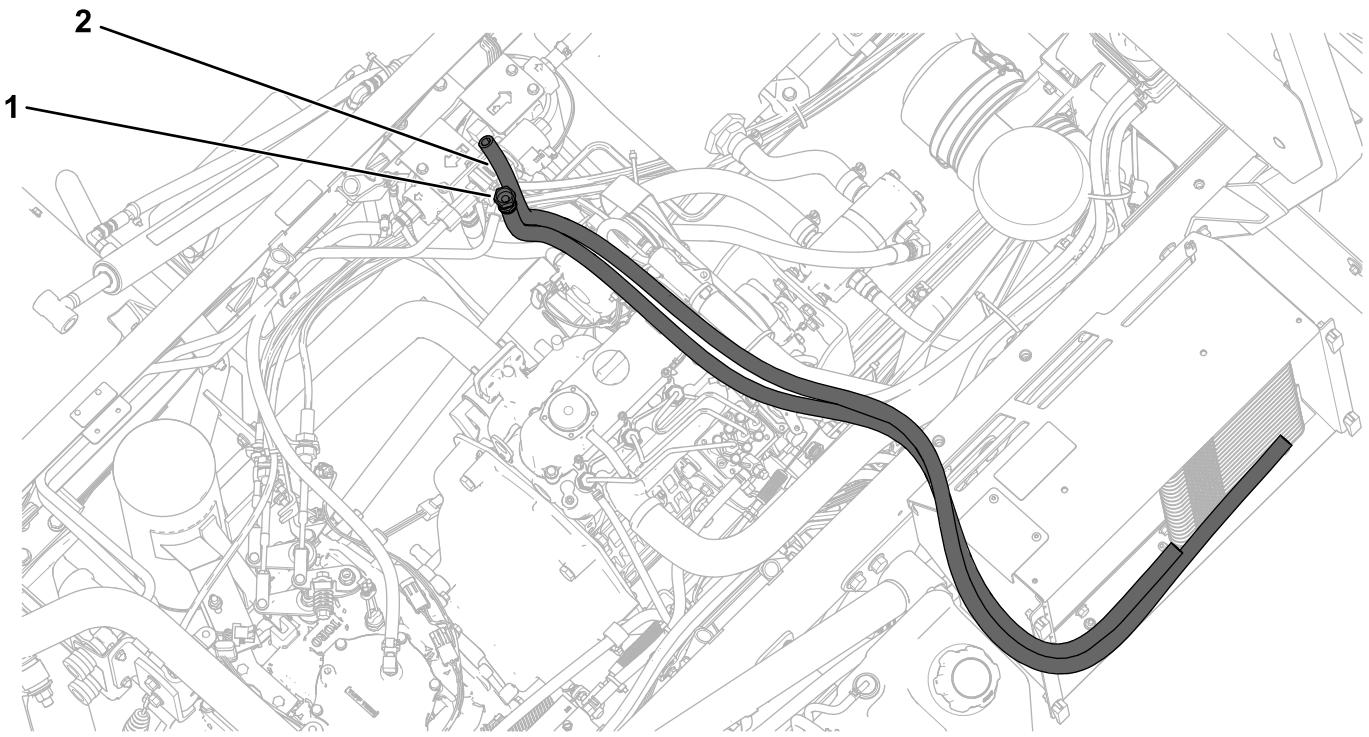
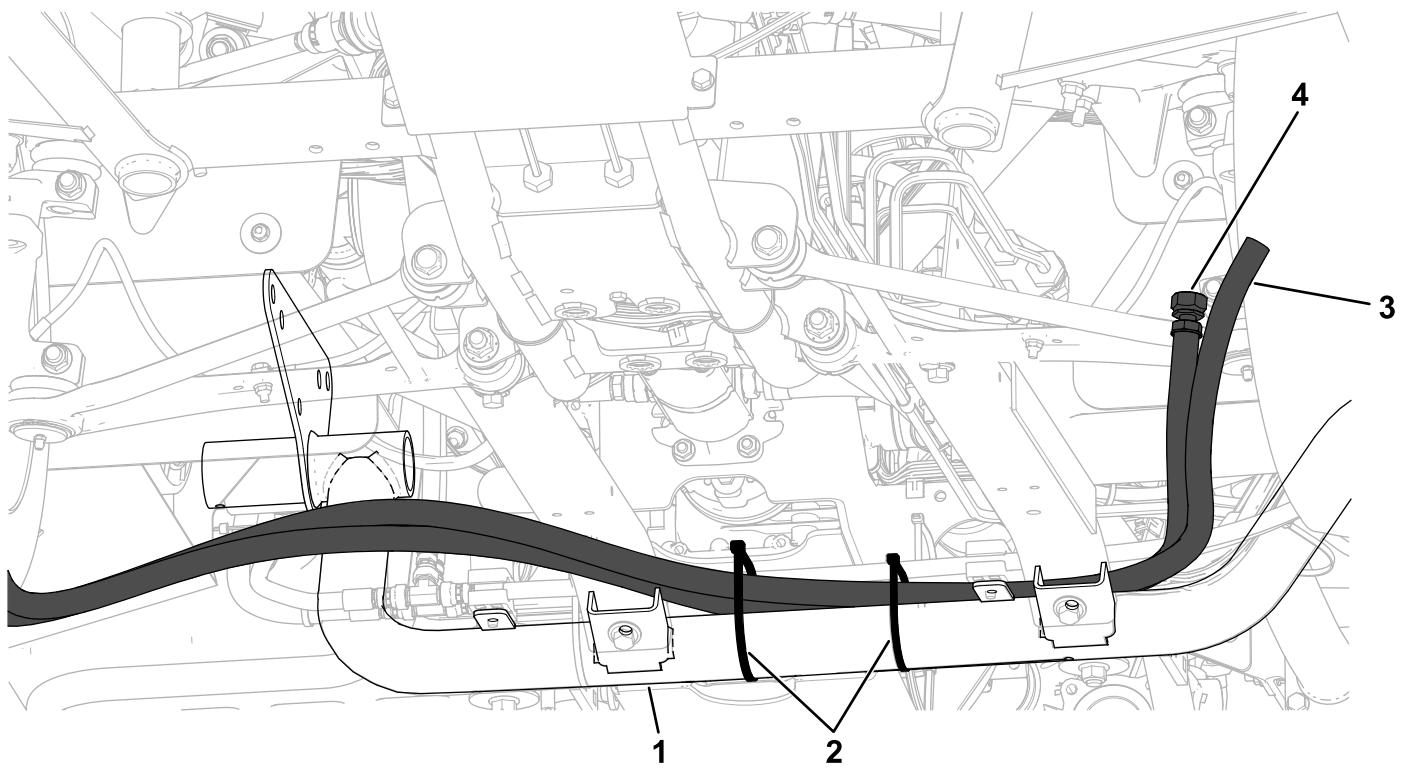

Рисунок 17
Рисунок 18
- Закрепите шланг (1/2 x 51 дюйм) со штуцером на заднем штуцере охладителя и на штуцере с нижней стороны клапана, как показано на рис. Рисунок 17 и Рисунок 18. Закрепите шланг на штуцере охладителя с помощью малого шлангового хомута
- Закрепите шланг (1/2 x 63 дюйма) на переднем штуцере охладителя и входном штуцере головки гидравлического фильтра., как показано на рис. Рисунок 17 и Рисунок 18. Закрепите эти шланги с помощью двух малых шланговых хомутов.